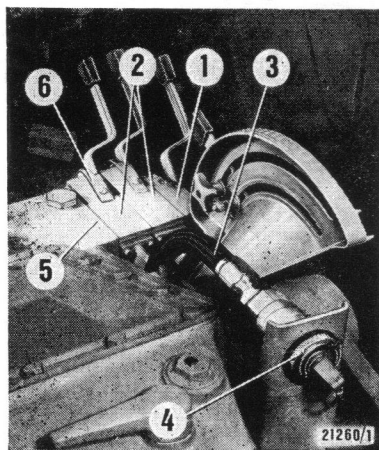

Fig. 48
En plus du distributeur principal régissant le vérin hydraulique et piloté par la manette H 1 (Cf. Fig. 33) la centrale hydraulique du tracteur pourra être dotée de distributeurs complémentaires, sans interdépendance, et jusqu'à concurrence de 3, permettant de commander des vérins extérieurs, flasqués au bloc du vérin hydraulique ⑤ Fig. 48.
Le distributeur terminal ① ne sera pas utilisé pour piloter l'élévateur frontal! Pour éviter un actionnement involontaire des distributeurs complémentaires durant le transport d'un outil ou durant la non-utilisation des vérins extérieurs, les manettes de commande des distributeurs complémentaires sont dotées de sécurités ⑥ (Fig. 48)